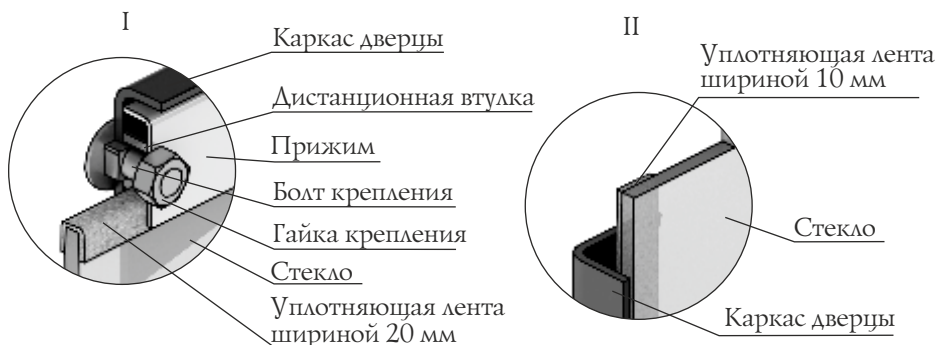

Рисунок 10. Крепление светорозрачного экрана дверцы модели «Люмина»
1. Открутите две гайки, фиксирующие прижим (рисунок 10.I), и демонтируйте его и дистанционные втулки.
3. Возьмите новое стекло, если на нем нет уплотняющих лент, наклейте их: лента шириной 20 мм наклеивается сверху и снизу стекла «П»-образно (рисунок 10.I), лента шириной 10 мм наклеивается вертикально, вдоль боковых сторон стекла (рисунок 10.II).
4. Вставить стекло в упор, при этом лента наклеенная с боковых сторон (вертикальная) должна быть зажата между стеклом и каркасом дверцы (рисунок 10.II).